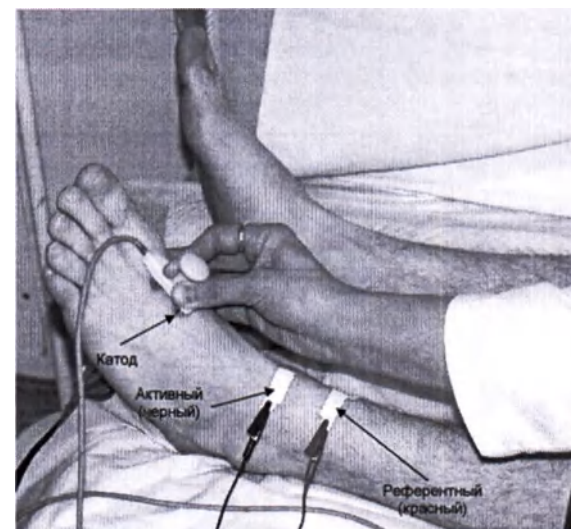

Рис. 108. Проведение стимуляции
- Стимуляцию проводят на 8–10 см ниже активного электрода на тыльной части подвеса стопы в проекции ее тыльной артерии (рис. 108).